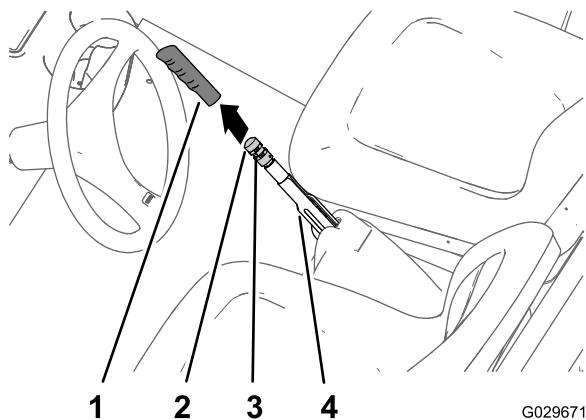

Рисунок 61
1. Снимите рукоятку с рычага стояночного тормоза (Рисунок 61).
2. Ослабьте установочный винт, который крепит ручку регулировки тормоза к рычагу стояночного тормоза (Рисунок 61).
стояночного тормоза, не достигнет 133-156 Н·м (Рисунок 61).
4. Затяните установочный винт и установите рукоятку на рычаг (Рисунок 61).
2. Ослабьте установочный винт (Рисунок 61), который крепит ручку регулировки тормоза к рычагу стояночного тормоза, выключите стояночный тормоз и ослабьте ручку регулировки тормоза.
5. Поворачивайте ручку регулировки тормоза (Рисунок 61) до тех пор, пока усилие, требуемое для активации рычага стояночного тормоза, не достигнет 133-156 Н·м.
- C. Поворачивайте ручку регулировки тормоза (Рисунок 61) до тех пор, пока усилие, требуемое для активации рычага стояночного тормоза, не достигнет 133-156 Н·м.
- Затяните установочный винт и установите рукоятку (Рисунок 61).